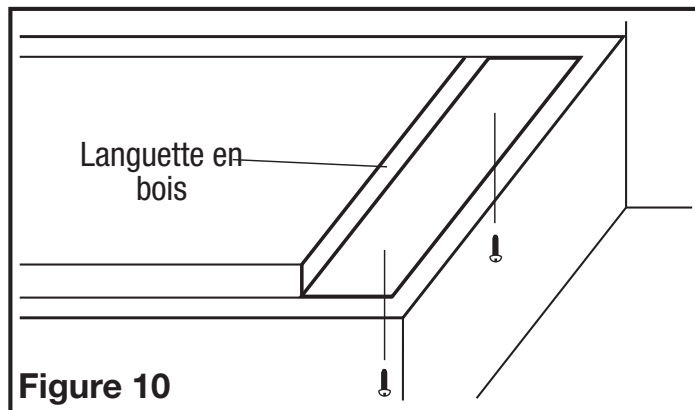

Figure 10
1. Si le couvert sera installé sous des armoires qui ont un fond en retrait, il sera nécessaire d'installer des bandes de montage en bois (non-comprises) pour que le couvert s'installe adéquatement (Figure 10).